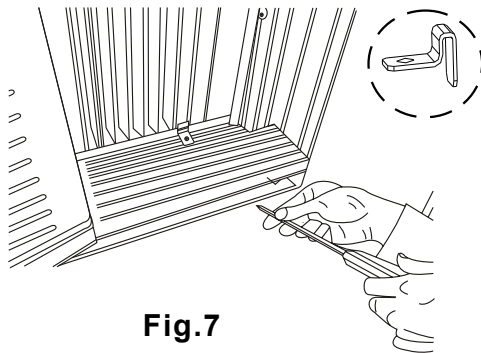

Fig.7
- 4** Placer le verrou entre l'extension du cadre et le cadre de la fenêtre comme indiqué (Fig.7). Visser des vis de 3/4 po (19mm) dans le cadre.